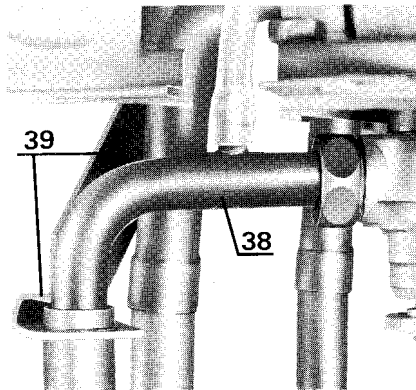

Fig. 15
Per facilitare questa operazione viene consegnata assieme alla caldaia una curva di raccordo ø 14 (38) (fig. 15).